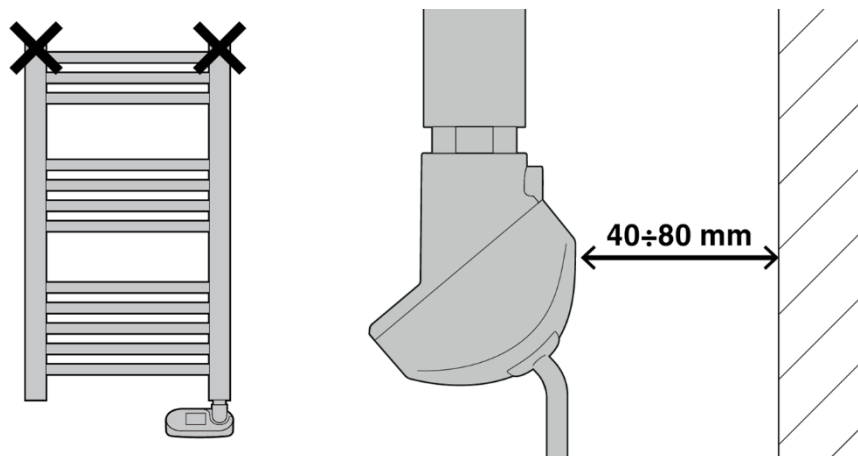

Abbildung 5 Position des NEO / NEO-WIFI-Reglers
- Der NEO / NEO-WIFI-Regler muss in einem Abstand von mindestens 40 mm und höchstens 80 mm von der Wand installiert werden. Die Abbildung 5 zeigt die optimale Position des NEO / NEO-WIFI-Reglers.
- Prüfen Sie, dass der NEO / NEO WIFI-Regler mit dem Heizelement im unteren Bereich des Heizkörpers eingebaut werden kann (Abbildung 5).